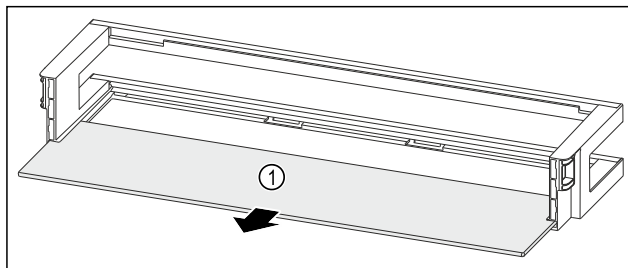

Fig. 91 Odkladací priestor vo dverách s odkladacou plochou
- ▶ Odoberte odkladaciu plochu Fig. 91 (1).